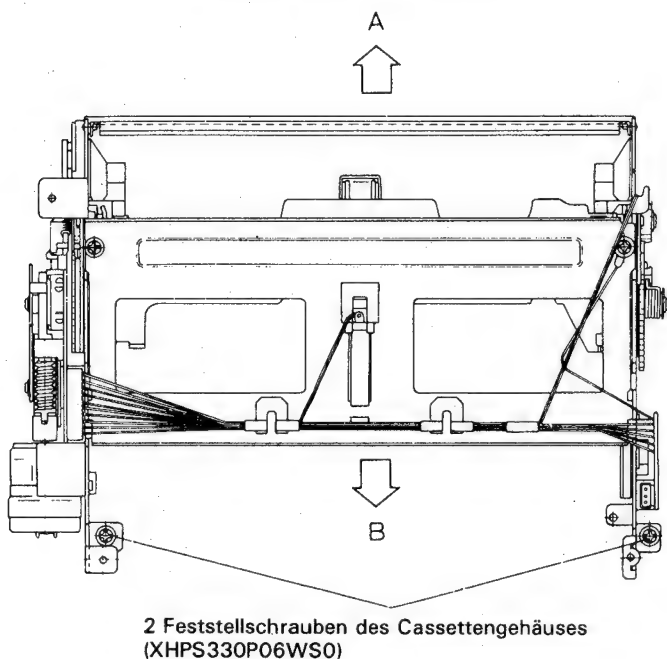

Abbildung 4
4. Den Cassettengehäuse in die Richtung schieben, die durch den Pfeil A in Abbildung 4 angezeigt wird, und direkt nach oben ziehen.